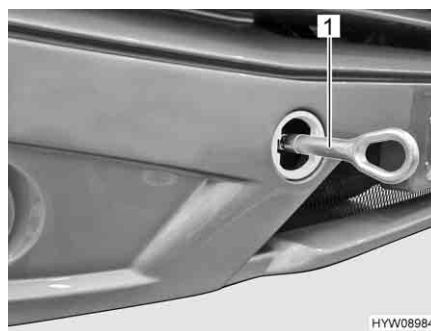

Fig. 39 Occhione di traino (installato)
- Montare l'occhiello di traino (Fig. 39,1) come indicato nel manuale di funzionamento del veicolo di base.